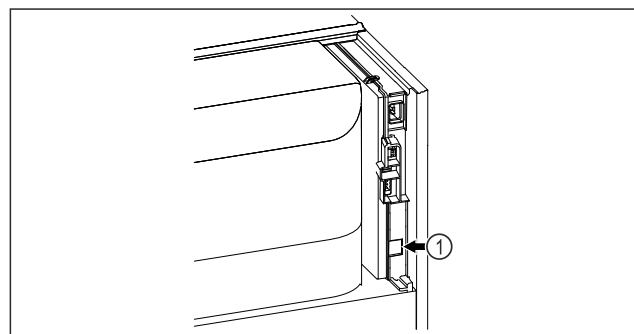

Fig. 167
- SmartModule Fig. 167 (1) 已使用。